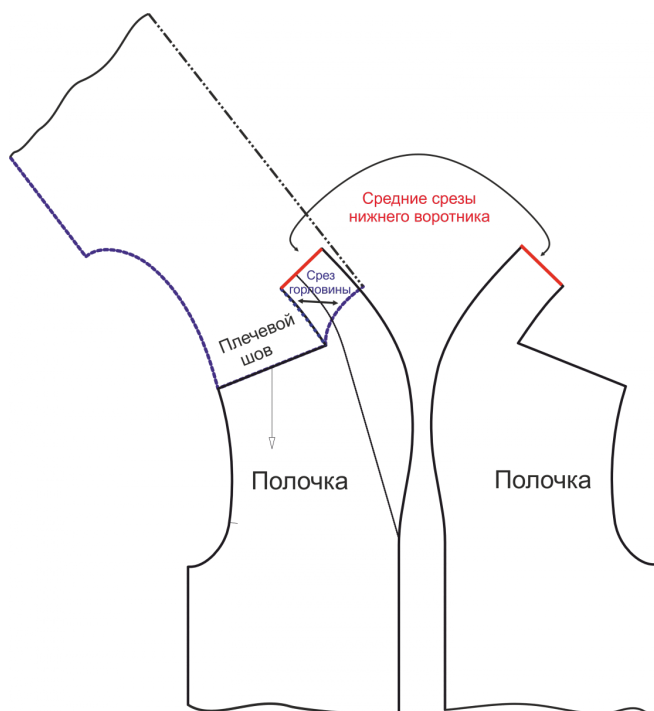

Рис. 1
1. Обметайте средние срезы нижнего воротника, цельнокроеного с полочками (Рис.1)